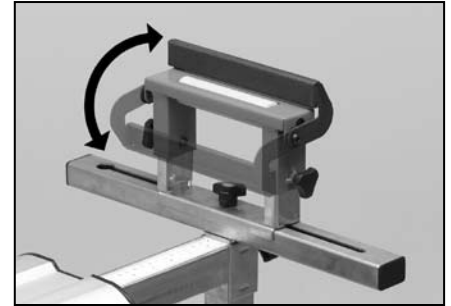

Figure 10
15. Les appuis à rouleau ont des butées intégrées qui peuvent servir pour des coupes répétées ou de la même longueur. Il suffit de rabattre les butées en position verticale et de régler à la hauteur désirée. Figure 10.